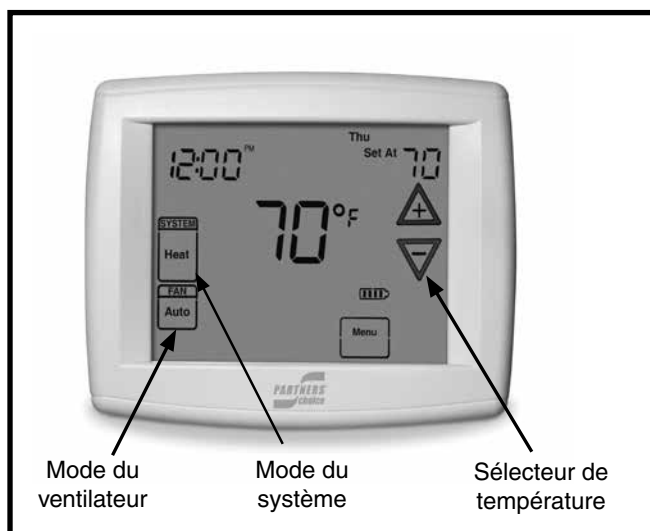

Figure 1. Thermostat numérique
1. Réglez le commutateur du thermostat sur le mode du système COOL ou AUTO et le mode du ventilateur sur AUTO. Consultez la Figure 1.
1. Réglez le commutateur du thermostat sur le mode du système HEAT ou AUTO et le mode du ventilateur sur AUTO. Voyez la Figure 1.
1. Réglez le commutateur du thermostat sur la position AUTO et le commutateur du ventilateur sur AUTO. Consultez la Figure 1.
Réglez le mode du ventilateur du thermostat sur ON (Figure 1). Le ventilateur intérieur démarrera immédiatement et continuera de fonctionner jusqu'à ce qu'il soit réglé sur AUTO.
Réglez le commutateur du thermostat sur le mode du système OFF et le mode du ventilateur AUTO. Voyez la Figure 1. **REMARQUE :** Le système ne fonctionnera pas, peu importe les réglages de température du thermostat.